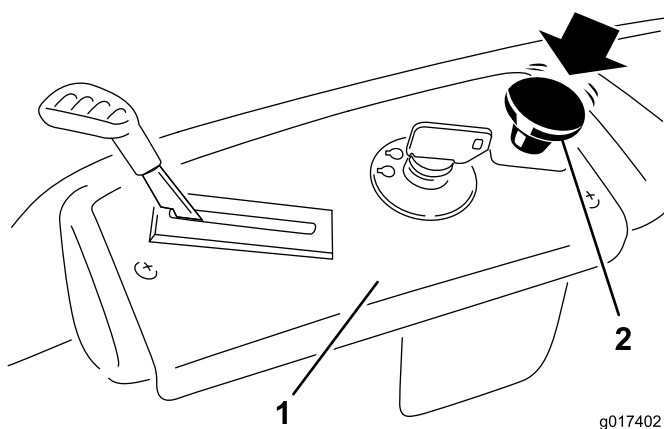

Figura 11
2. Desengate as lâminas movendo o interruptor de controlo da lâmina para Off (Figura 11).